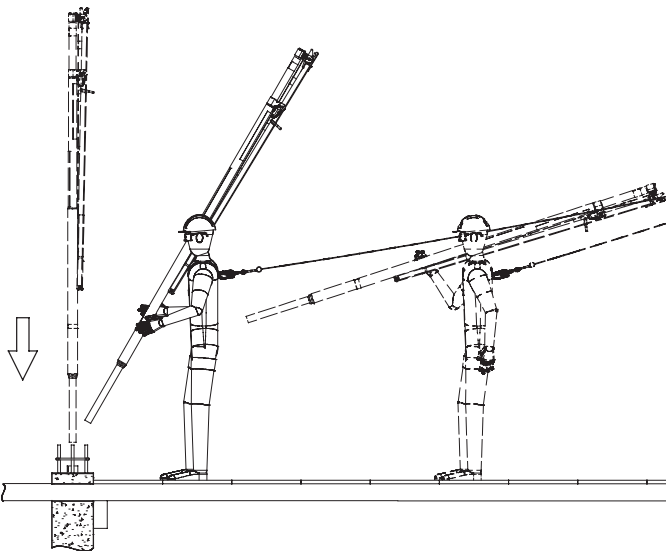

Abbildung 25. Den SkyReach Anker per Hand bewegen
1. Entfernen Sie den Kunststoffstopfen von der Einbetonierhülse. Tragen Sie den zusammengeklappten SkyReach Anker zu seinem Standort an der Stütze. Verwenden Sie Ihre Schulter, um den Transport zu vereinfachen. Siehe Abbildung 25. Setzen Sie den Anker ab und in die Hülse ein. Stellen Sie sicher, dass der SkyReach Anker vollständig eingesetzt ist.